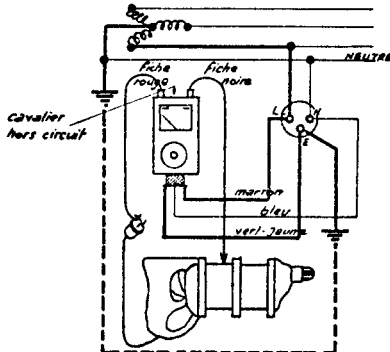

FIG. 3
4.1.2 Contrôle de la mise à la terre d'un appareil électrique. voir fig.3